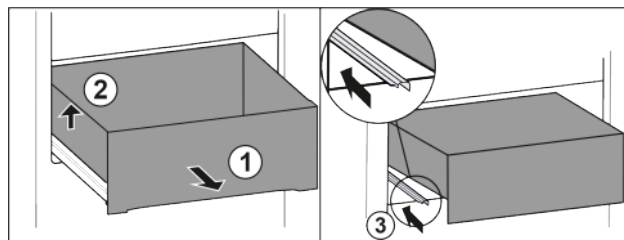

Fig. 12
- Вытяните выдвижной ящик до упора. Fig. 12 (1)
- Приподнимите выдвижной ящик слева. Fig. 12 (2)
- Вставьте левую направляющую. Fig. 12 (3)